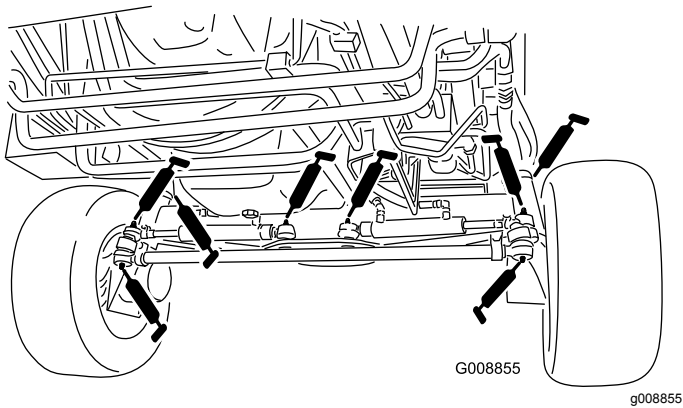

Figura 87
- 4 rótulas esféricas do cilindro da direção (Figura 87)
- Duas rótulas esféricas da barra de ligação (Figura 87)
- Dois casquilhos do pino principal (Figura 87)